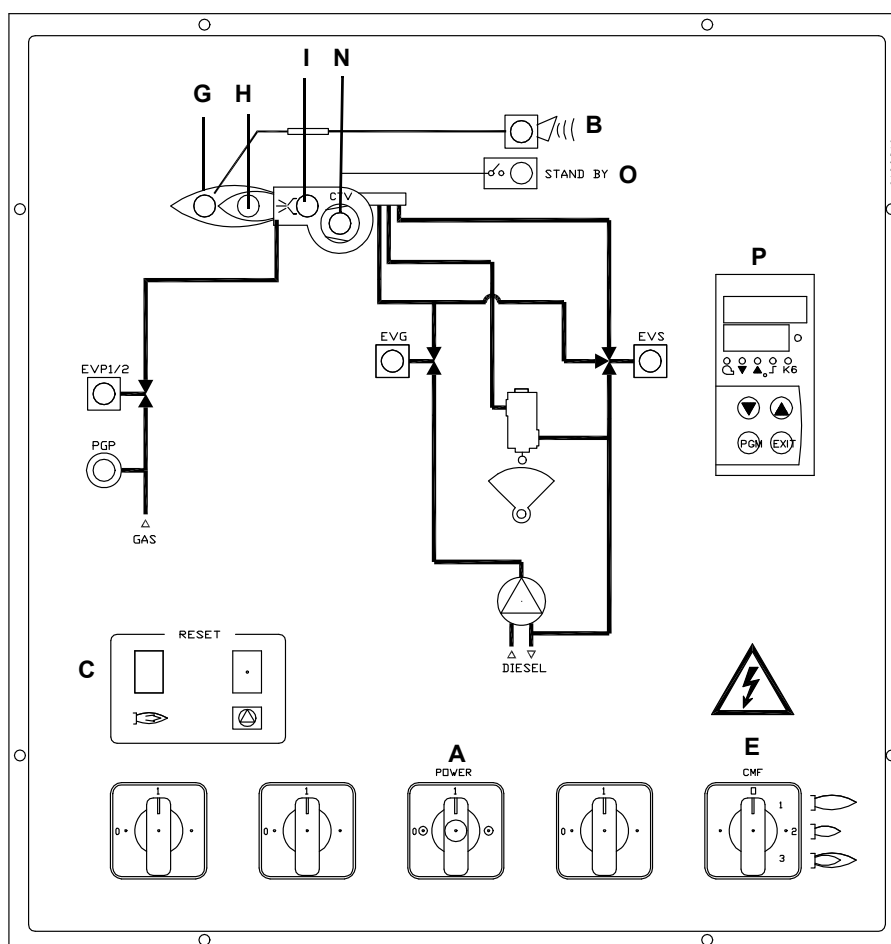

Рис. 19
- 9 Давление питания форсунки уже отрегулировано заранее на заводе-изготовителе и не должно изменяться. Только в случае необходимости, отрегулировать давление питания (см. соответствующий параграф) следующим образом: установить манометр в положение, указанное на Рис. 19, воздействовать на регулировочный винт **VR** насоса (см. Рис. 18 и на Стр. 15) до получения на форсунке давления в 25 бар (см. параграф на Стр. 23);